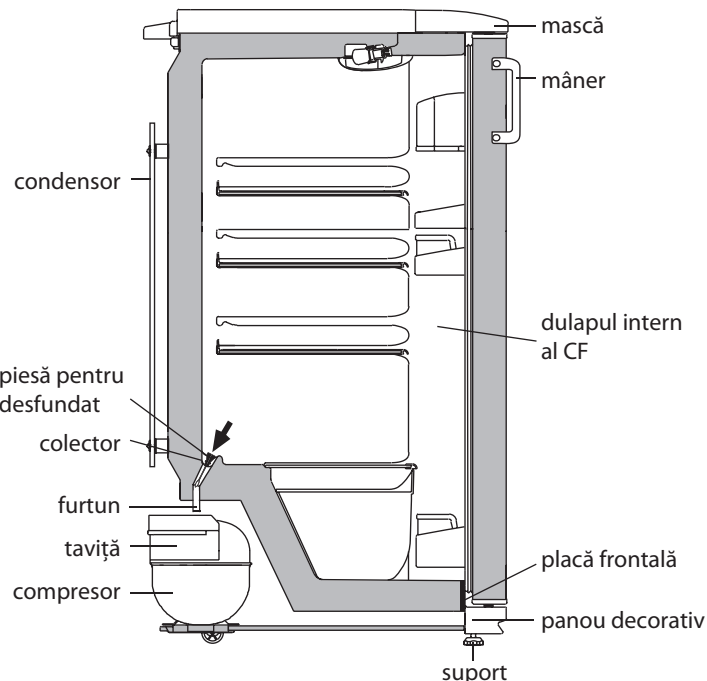

Figura 4 — Schema scurgerii apei rezultate în urma topirii din CF
2.2.1 În CF se folosește un sistem automat de dezghețare. Bruma, care apare pe pereții din spate al CF, după deconectarea compresorului care lucrează în ciclu, se topește și se transformă în picături de apă. Picăturile de apă rezultată în urma topirii se scurg în colector, apoi prin gaura acestuia și prin furtun - în tavița de pe compresor, în conformitate cu figura 4 și se evaporă.
Prezența apei în colector indică înfundarea sistemului de drenaj. eliminarea înfundării folosiți piesa corespunzătoare și curățați gaura colectorului, astfel ca apa să se scurgă liber în taviță, apoi spălați piesa și instalați-o în conformitate cu figura 4.
SE INTERZICE să utilizați frigiderul cu sistemul de scurgere înfundat. Apa care a apărut pe fundul CF sau care a ajuns în locul de alăturare a plăcii frontale și a dulapului interior al CF, în conformitate cu figura 4, poate provoca coroziunea dulapului exterior al frigiderului și elementelor agregatului frigorific, defectarea izolației termice, formarea crăpăturilor dulapului interior și defectiunea frigiderului.